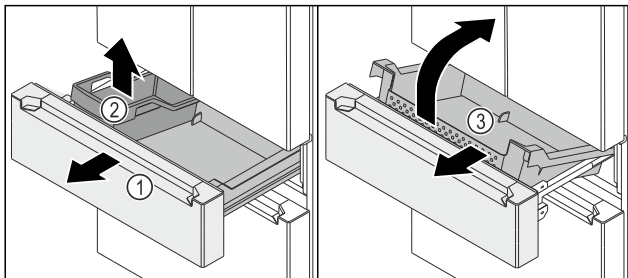

Fig. 148
- Auszugswagen Fig. 148 (1) bis zum Anschlag herausziehen.
- FlexBox Fig. 148 (2) entnehmen.
- Behälter Fig. 148 (3) vorne hochheben.
- Behälter Fig. 148 (3) schräg nach vorne entnehmen.